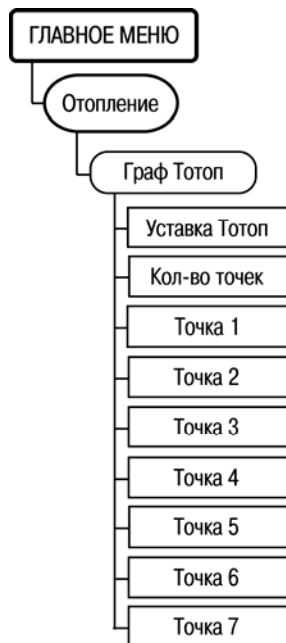

Рисунок 6.11
6.11.9 Для задания графика уставки температуры воды в контуре отопления служит пункт меню //Отопление/Граф Тотоп (рисунок 6.11). График можно задать не более чем семью точками, минимальное количество точек – две.